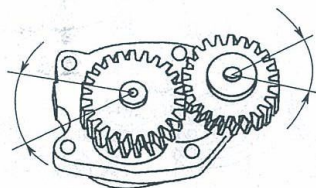

图 1-395 测量齿隙
9) 测量齿隙, 见图 1-395。最小值为 0.076mm, 最大值为 0.330mm。